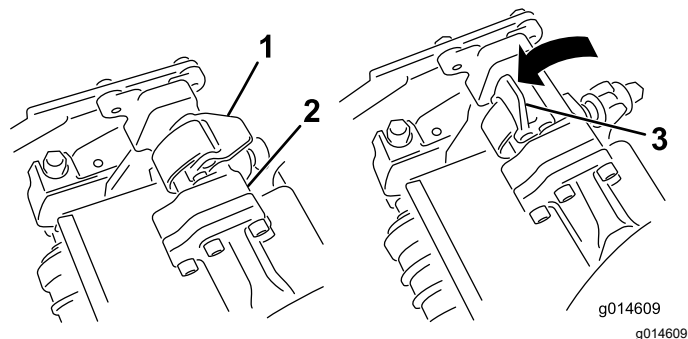
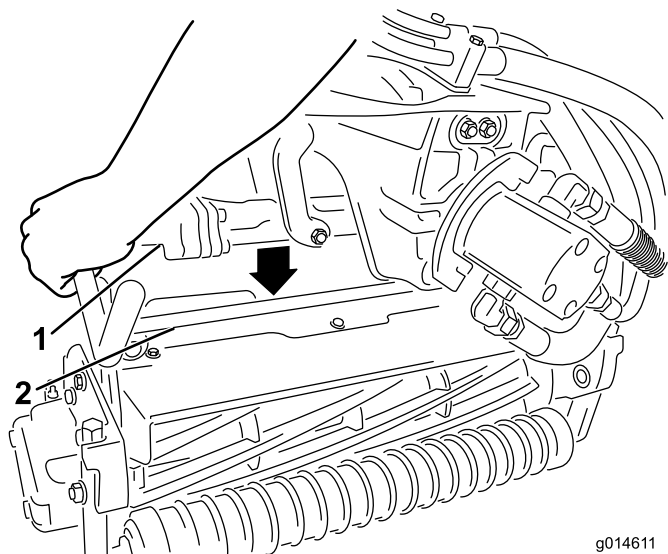

Figure 60
Figure 61
4. Ouvrez les verrous sur la barre du bras de suspension (Figure 60) et poussez le bras vers le bas pour que la barre recouvre les deux bras d'inclinaison sur l'unité de coupe, en vous assurant que les verrous passent sous la barre transversale de l'unité de coupe (Figure 61).
5. Fermez les verrous autour de la barre de l'unité de coupe et bloquez-les en place (Figure 60).
6. Ouvrez les verrous sur la barre du bras de suspension appartenant à l'unité de coupe que vous voulez déposer (Figure 60).